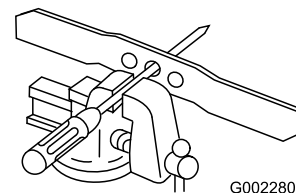

Figura 27
1. Verificate il bilanciamento della lama collocando il foro centrale della lama su un chiodo o sul codolo di un cacciavite serrato orizzontalmente in una morsa (Figura 27).